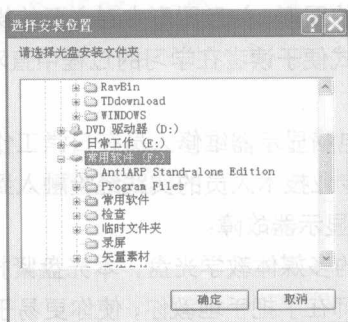

图3
- ③ 由于光盘长期使用会损伤，旧光驱读盘的能力可能也比较差，因此最好将光盘内容安装到硬盘上观看，把配套光盘保存好作为备份。在光盘主界面中单击【安装光盘】按钮 ，如图2所示，弹出【选择安装位置】对话框，从中选择合适的安装路径，如图3所示，然后单击  按钮就可以将光盘内容安装到硬盘中。